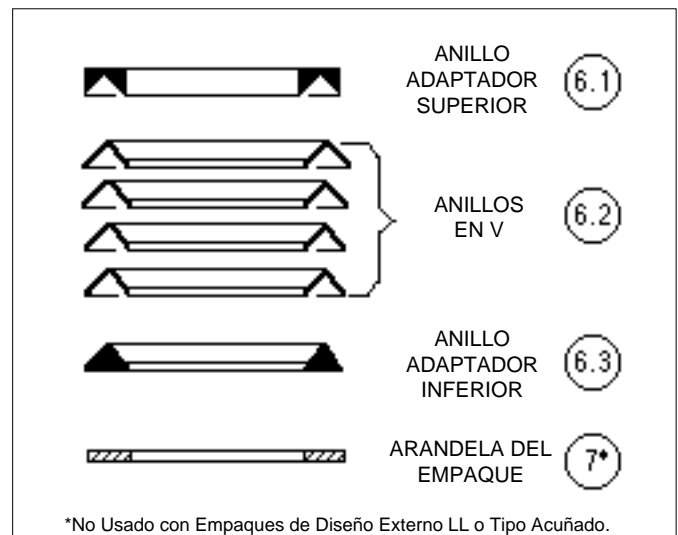

Figura 3: Orientación de Empaques "STD" y "KRI"
5. Remueva ambas contratuercas (17).
6. Saque el ensamble vástago (3) de adentro del bonete (2) y prensaestopas (6), sosteniendo la jaula (10) para prevenir que se caiga. Deje las partes (3, 10) a un lado.
7. Monte el bonete (2) en una segunda prensa de banco con la zona del prensaestopas arriba.
8. Desmonte las dos tuercas del prensaestopas (15).
9. Remueva las bridas del prensaestopas (4) y el anillo prensaestopas (5).
10. Utilizando una herramienta filoza, de extremo de garfio, tipo pico, agarre y hale el prensaestopas (6) hacia arriba y afuera de la caja prensaestopas cada empaque individual del bonete (2). Examine para ver la orientación adecuada (ver la Figura 3). Descarte el viejo prensaestopas (6).
11. Desmonte el bonete (2) de la prensa de banco e inviertalo para permitir que la arandela del prensaestopas (7), anillo espaciador (9) y el resorte del prensaestopas (21) se deslicen hacia fuera de la caja de empaquetaduras del bonete (2).
12. Limpie con solvente todas las partes a ser reutilizadas, incluyendo el bonete (2). Examine las partes para detectar desgaste y corrosión. Reemplace cualquier parte corroida o desgastada.
13. Examine el extremo inferior del vástago (3) para desgaste del buje guía (8). Si el buje guía (8) pareciera tener desgaste excesivo, él deberá ser reemplazado:
- a. Coloque el bonete (2) en una prensa de banco. Presione el buje guía (8) fuera del bonete (2) y descartelo.
- b. Rote el bonete (2) extremo-por-extremo. Coloque un nuevo buje guía (8) en posición y presionelo fuertemente entre el bonete (2).
14. Examine el vástago (3) en la zona de fineza crítica donde se realiza el contacto con el prensaestopas (6). Es deseable reestaurar la superficie del vástago (3) a RA #4 μ -pul de fineza superficial; la remoción de material no debe exceder 0.001 pulgada de material. De encontrarse una rayadura o picadura profunda el vástago (3) debe ser reemplazado.
15. Examine el vástago (3) para detectar desgaste en las superficies de sellado. Examine el anillo de sellado (11).
- a. La cabeza del tapón del ensamble vástago (3) para diseños metálicos, puede ser lapidada utilizando un componente de laping adecuado. Si la lapidación a mano no logra restaurar la superficie a un grado aceptable, se recomienda cambiar el ensamble vástago (3).
- b. Para sellos de diseño compuesto, si el ensamble vástago (3) está dañado por desgaste, debe ser reemplazado.
22. Instale el nuevo empaque del anillo de sellado (13) en su posición.
23. Coloque el nuevo anillo asiento (11) en la posición correcta dentro del cuerpo (1).
24. Si el diseño es de asiento compuesto/blando, instale el nuevo inserto del asiento (24) y el retenedor del asiento (23) en su posición sobre el extremo superior del anillo asiento (11).
25. Coloque el nuevo empaque del bonete (12) sobre la brida del bonete del cuerpo (1).
26. Oriente adecuadamente la jaula (10) sobre el ensamble vástago tapón (3) y posicónelo con la cabeza del tapón hacia abajo entre el anillo asiento (11). Tenga sostenido el vástago (3) con una mano, y con la otra empuje la jaula (10) hacia abajo para lograr un alineamiento adecuado.
27. Levante el bonete (2) sobre el extremo roscado del vástago (3) y bajelo cuidadosamente sobre el vástago (3), asegurandose que la zona de fineza crítica de la caja del empaque del bonete (2) no vaya a ser rayada por las roscas del vástago (3). Alinee las marcas de reensamble de las bridas del cuerpo (1) y el bonete (2), el bonete (2) baja sobre los espárragos del bonete (16). Suelte cuidadosamente el vástago (3) pero únicamente cuando el bonete (2) haya bajado totalmente.
28. Instale las tuercas para espárragos (17) sobre los espárragos (16) y apriete a mano.
29. Coloque el anillo espaciador (9) sobre el extremo del vástago (3) y bajelo cuidadosamente entre la caja para el prensaestopas.
30. Coloque el resorte del prensaestopas (21) sobre el extremo del vástago (3) y bajelo cuidadosamente entre la caja para el prensaestopas.
31. Coloque la arandela del prensaestopas (7) sobre el extremo del vástago (3) y bajelo cuidadosamente entre la caja para el prensaestopas.
32. Vea la Figura 3 para la correcta orientación del empaque.
33. Coloque cuidadosamente el adaptador inferior (6.3) del juego de anillos prensaestopa (6) sobre el extremo del vástago (3) debidamente orientado. Utilizando el anillo prensaestopa (5), empuje el adaptador inferior entre la caja del empaque del bonete (2).
34. Coloque cuidadosamente un anillo de empaque (6.2) debidamente orientado sobre el extremo del vástago (3) y empujelo entre la caja del empaque de forma similar a lo realizado con el adaptador (6.3). Repita éste procedimiento para los cuatro anillos (6.2).
35. Coloque cuidadosamente el adaptador superior (6.1) sobre el extremo del vástago (3).
36. Coloque el anillo prensaestopas (5) con el nuevo anillo rascador (22) y el nuevo anillo buje (26) sobre el extremo del vástago (3).